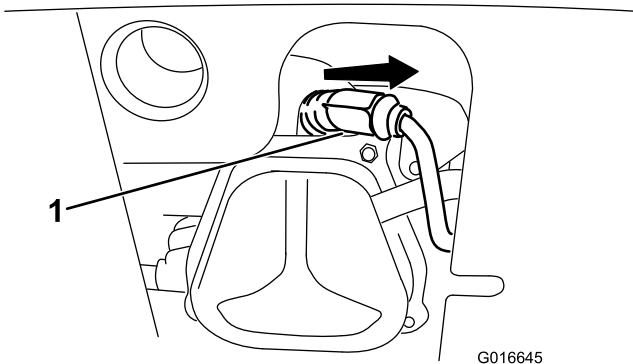

Bild 43
1. Entfernen Sie die Kappe (Bild 43).